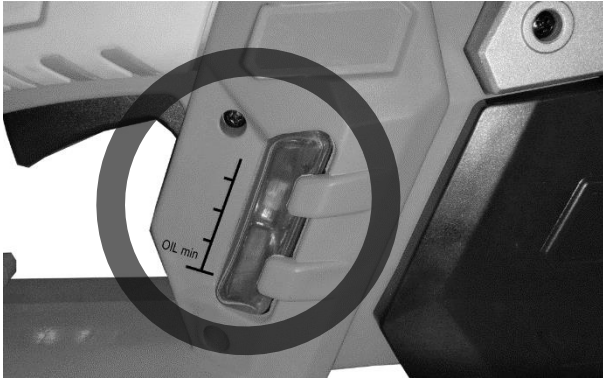

Abb. 10
Achtung: Niemals eine mit speziellem Öl nicht geschmierte Kette verwenden. Das Verwenden der Kette ohne Ölschmierung oder mit dem Ölstand unter der Markierung „min“ (Abb. 10) führt zur Beschädigung der Kettensäge.
- Den Bereich des Öltankdeckels (Abb. 10) sowie den Deckel reinigen.
Öl im Tank nachfüllen. Ölstand im Tank auch während der Arbeit überprüfen. Um die Beschädigung der Kettensäge zu vermeiden, niemals ohne Öl oder mit Ölstand unter der Markierung „min“ (Abb. 10) betreiben. Eine Tankfüllung reicht durchschnittlich für ca. 15 Minuten, abhängig von der Anzahl der Pausen und Belastung der Kettensäge beim Schneiden.